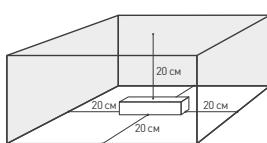
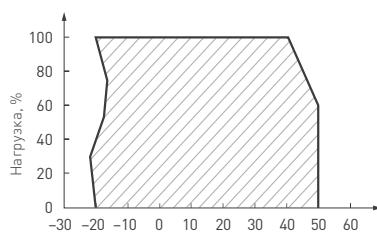

Рис. 1. Свободное пространство вокруг источника
Рис. 2. Максимальная допустимая нагрузка, % от мощности источника
- 4.3. Для естественной вентиляции обеспечьте не менее 20 см свободного пространства вокруг источника питания, как изображено на рис. 1. Если обеспечить свободное пространство невозможно — используйте принудительную вентиляцию. В случае установки в ограниченном пространстве (например, в лайтбокс или профиль) предусмотрите обеспечение требуемого температурного режима источника питания согласно рис. 2.
- 4.4. Не нагружайте источник питания более чем на 80% от его максимальной мощности. Учитывайте, что с повышением температуры окружающей среды максимальная мощность источника питания снижается [см. график зависимости на рис. 2].